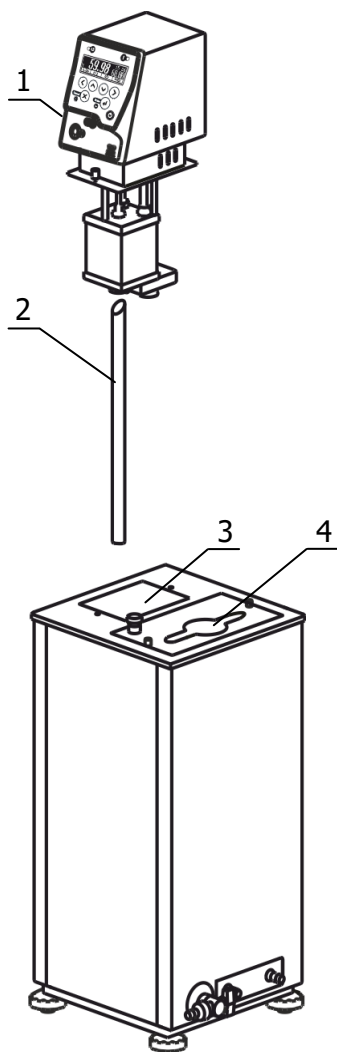

Рисунок 3 — Установка блока регулирования
2.2.3 В выходной патрубок блока регулирования вставить выходную трубку 2 (рисунок 3) косым срезом до упора и зафиксировать винтом.